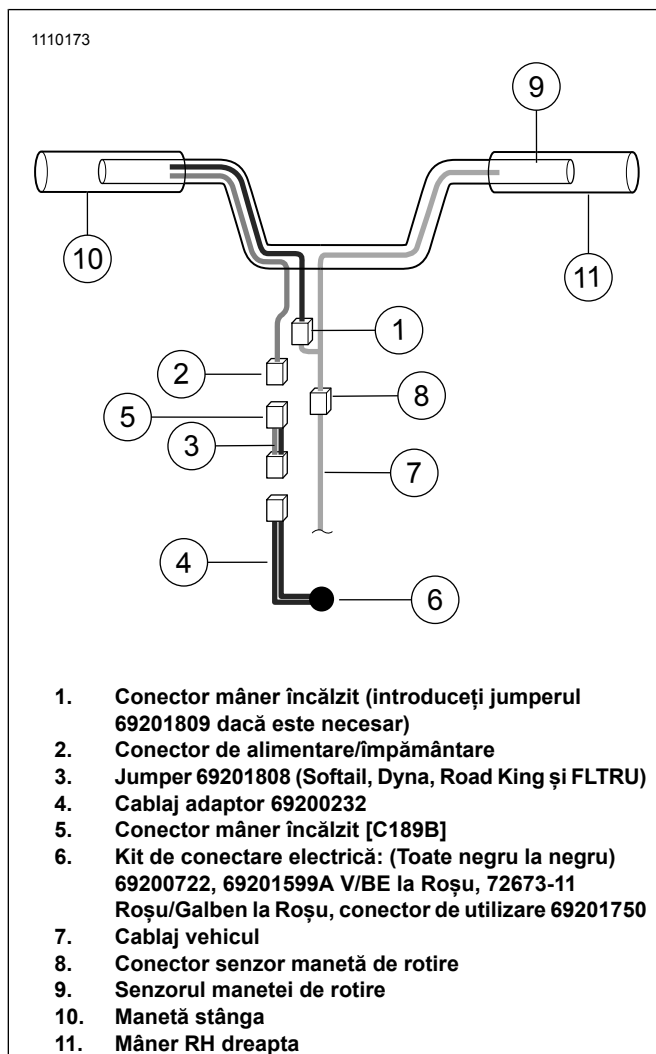

Figura 9. Conexiuni electrice
1. Consultați Figura 9. Demontați carenajul exterior.
3. Conectați interconectarea mânerului încălzit (1) de la Figura 9 la mânerul LH (stânga).
5. Conectați firul de alimentare/împământare a mânerului încălzit (2) de la LH de la Figura 9.
- b. Consultați Figura 9. Asociați conectorul cu 2 căi de la mânerul încălzit (2) la conectorul cu 2 căi de la 69201750 în spatele farului. Adăugați un jumper (3) în cazul în care este necesară o lungime suplimentară.
8. Tăiați jumperul (4) la lungime suficientă pentru a se îmbina cu kitul (6).
9. Dezizolați firele și îmbinați-le la cablajul de conectare electrică (7).
11. Terminați instalarea kitului de conectare electrică (6) conform instrucțiunilor kitului.